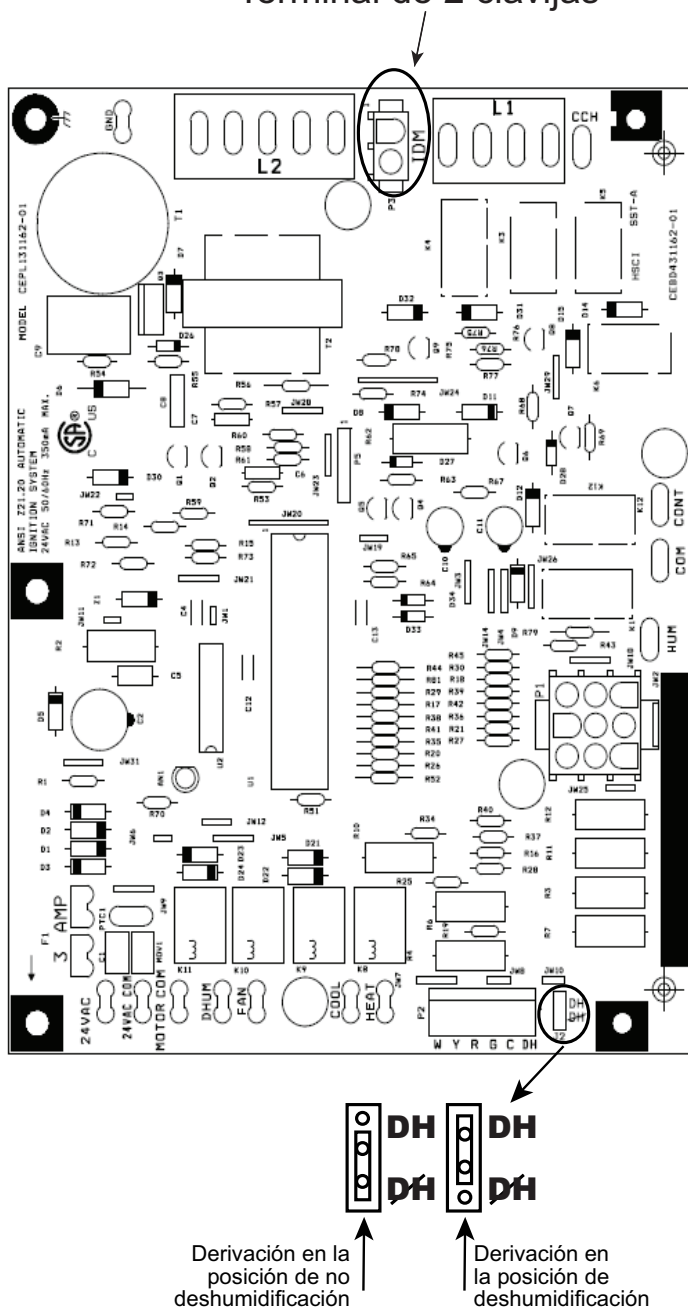

Fig. 19 – Placa de IGC de emisiones ultrabajas de NOx
Esta unidad viene configurada de fábrica para su uso con una sola velocidad del ventilador de enfriamiento. En el caso de los modelos monofásicos, la velocidad de enfriamiento tiene la marca "COOL" (Enfriamiento) en el IGC (consulte la Fig. 19). La configuración de fábrica se indica en la Tabla 9. Hay disponible hasta 3 cables adicionales de la toma de velocidad para su uso en el modo de calefacción a gas, el modo de enfriamiento o el modo de ventilador continuo (para ver la codificación por colores de los cables del motor del ventilador interior, consulte la Tabla 7). Para los modelos monofásicos, uno de los cables adicionales de la toma de velocidad está conectado al ventilador continuo y los otros 2 cables se envían sueltos en la caja de control cerca del IGC. En los modelos trifásicos, los 3 cables adicionales para la toma de velocidad se suministran sueltos con tapas de vinilo y se encuentran en la caja de control, cerca de la placa de la interfaz del ventilador (IFB) (consulte la Fig. 19).
1. Mueva el puente de la derivación de la placa del IGC a "DH" (consulte la Fig. 19).